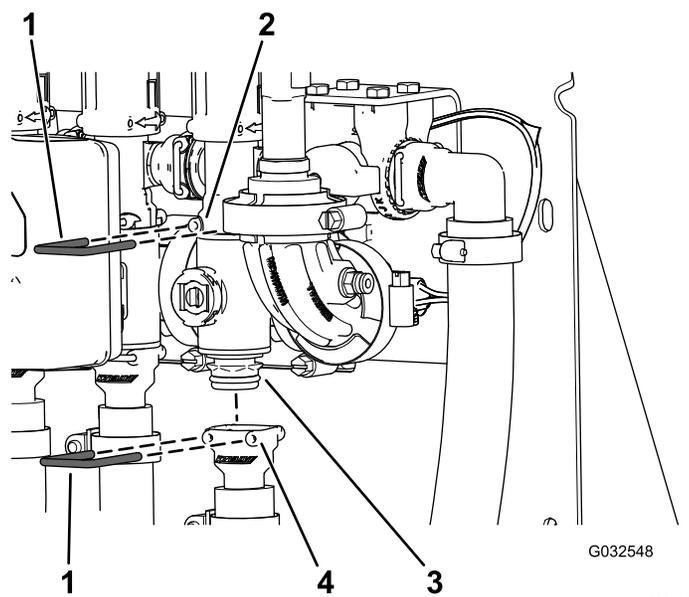

Рисунок 103
2. Снимите держатель, который крепит коллектор клапана секции к перепускному штуцеру (Рисунок 103).